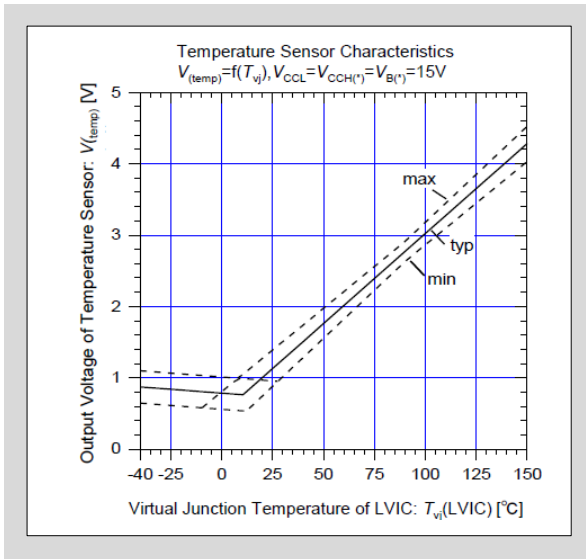

图3-24 LVIC 温度和 TEMP 输出电压特性
- 图3-24 是 LVIC 结温和 TEMP 引脚输出电压特性图。当 MPU 电源电压使用 3.3V 时，请在 TEMP 引脚处连接电压钳位用稳压二极管。此外，温度在室温以下时，输出电压是被钳位的，如果需要线性输出，请在 TEMP 引脚处连接 5k $\Omega \pm 10\%$ 的下拉电阻 $R_{pulldown}$ 。